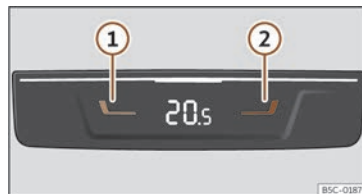

Fig. 147 À l'arrière la console centrale : commandes pour la banquette arrière.
- Appuyez sur les touches ① et ② >>> fig. 147 pour régler la température de la zone arrière.